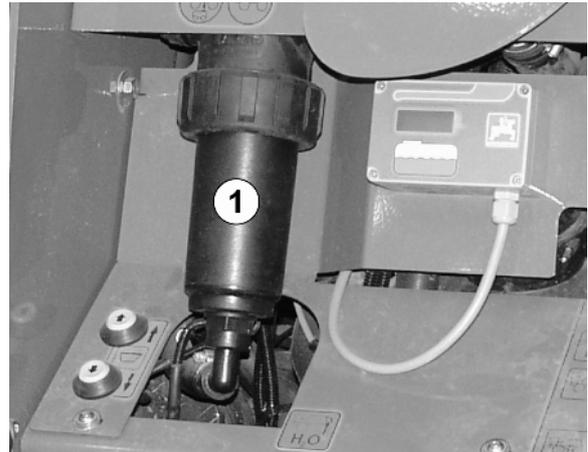

Fig. 129
2. Druckfilter (Fig. 129/1) entnehmen und mit Wasser reinigen.
4. Druckfilter (Fig. 129/1) entnehmen und mit Wasser reinigen.